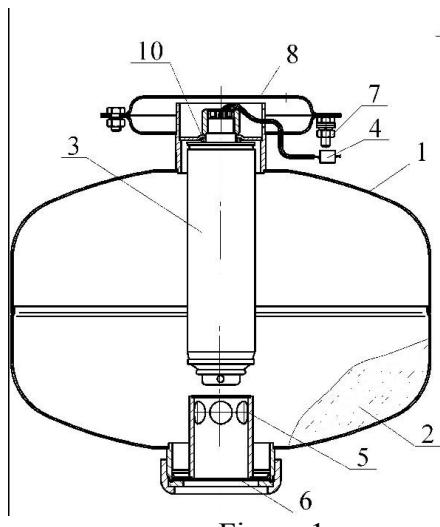
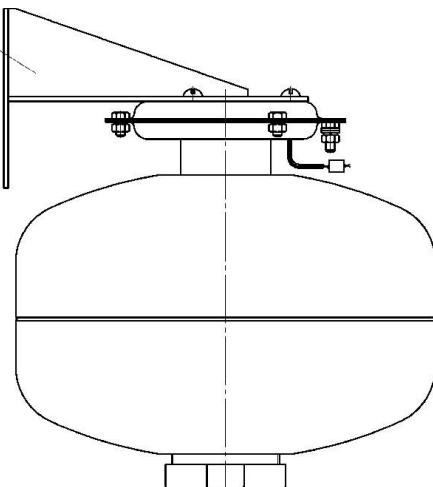

Figura 1
Figura 2
4.1.1 Modulul MPP (vezi Figurile 1 și 2) este compus din carcăsa 1, în care sunt amplasate pulberea de stingere (PS) 2 și sursa de gaz rece (SGR) 3, împreună cu elementul declanșator 4. În partea inferioară a carcasei este amplasat pulverizatorul 5, al cărui orificiu de evacuare este obturat de membrana 6. Modulul este prevăzut cu bornă de împământare 7. Partea superioară a MPP este prevăzută cu suportul 8 pentru montajul pe tavan (Figura 1) sau cu suportul 9 pentru montaj pe perete (Figura 2).
6.2 Se montează suportul **8** (vezi Figura 1) pe tavan sau suportul **9** (vezi Figura 2) pe perete.
- CGS-9 (M)-01 SIAV 066614.025.000 TU pentru MPP în versiune normală; CGS-9 (M)-02 SIAV 066614.025.000 TU pentru MPP în versiune specială, sau CGS-9 (M)-06 SIAV 066614.025.000 TU pentru MPP în versiunea cu spectru larg de temperaturi de exploatare (vezi elementul 3 din Figura 1) – 1 bucătă;
- inel de cauciuc 020-026-36 GOST 9833-73 (vezi elementul 10 din Figura 1) – 1 bucătă;
- pulbere de stingere ISTO-1 TU 2149-001-54572789.00 (vezi elementul 2 din Figura 1) – 8,6 kg;
- membrană SIAV 634233.006.003 (vezi elementul 6 din Figura 1) – 1 bucată.